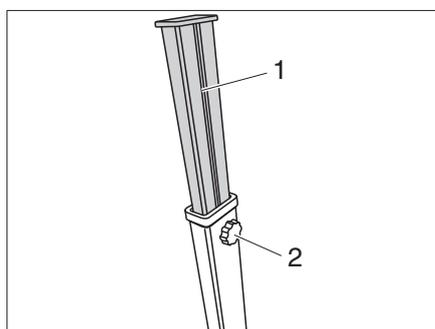

Fig. 37 Regolazione dei piedini
- Aprire la vite a stella (Fig. 37,2) del rispettivo piedino ed estrarre la prolunga (Fig. 37,1).
- Una volta raggiunta l'estensione desiderata, serrare la vite a stella (Fig. 37,2).
- Inserire le prolunghie (Fig. 37,1) di tutti i piedini del tavolo e fissarle con le viti a stella (Fig. 37,2).